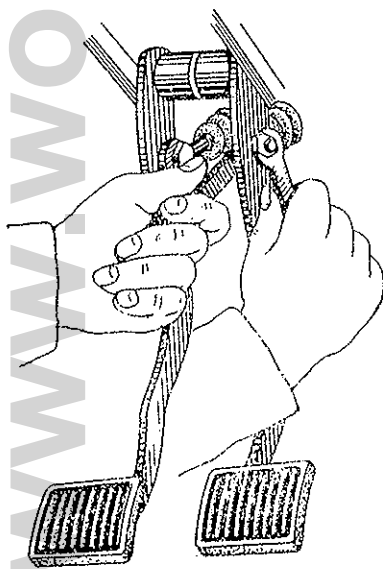

Bild 235 Einstellen des Leerwegs von Bremspedal
3) Rückholfeder absetzen, Gegenmutter des Exzenters los-schrauben und mit seinem Drehen (Bild 235) den erforderlichen Pedalweg erreichen. Bei Mittellage des Exzenters befindet sich das Merkzeichen „O“ an seinem Kopf oben. Dreht man den Exzenter im Uhrzeigersinn, so wird die Luft zwischen Kolben und Stößel geringer, und gegen den Uhrzeigersinn mehr;